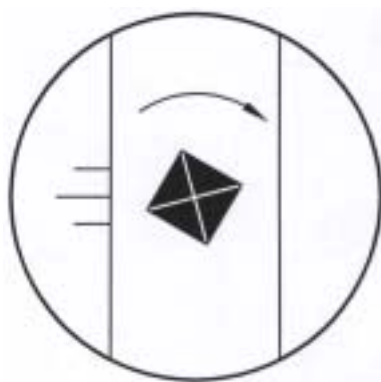

图 6-20 不正确的像
5. 如果观察到的像不正确（如图 6-20），则应该松开螺钉，微微转动压头，再重复 2-4 步步骤，直至观察到正确的像。